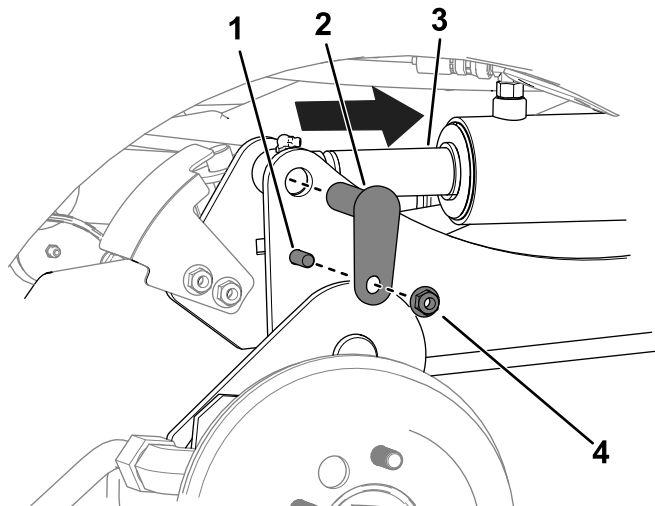

Figura 11
- C. Utilizai un poanson pentru a alinia orificiile tijei cilindrului cu orificiile braului de ridicare (Figura 11).
- D. Utilizai 2 uruburi ($\frac{3}{8} \times 1\frac{1}{4}$ "), 2 piulie ($\frac{3}{8}$ ") i 2 tifturi mici pentru a fixa braele de ridicare la cilindri (Figura 11).